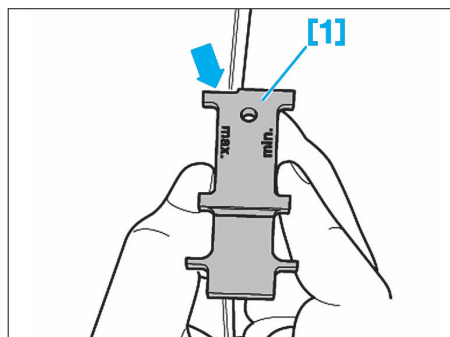

FIG. 71
- La côte de dépassement (0,8 mm max.) entre la porte et le panneau latéral est autorisée dans la zone de l'évidement (flèche) du gabarit [1] (Fig.71).